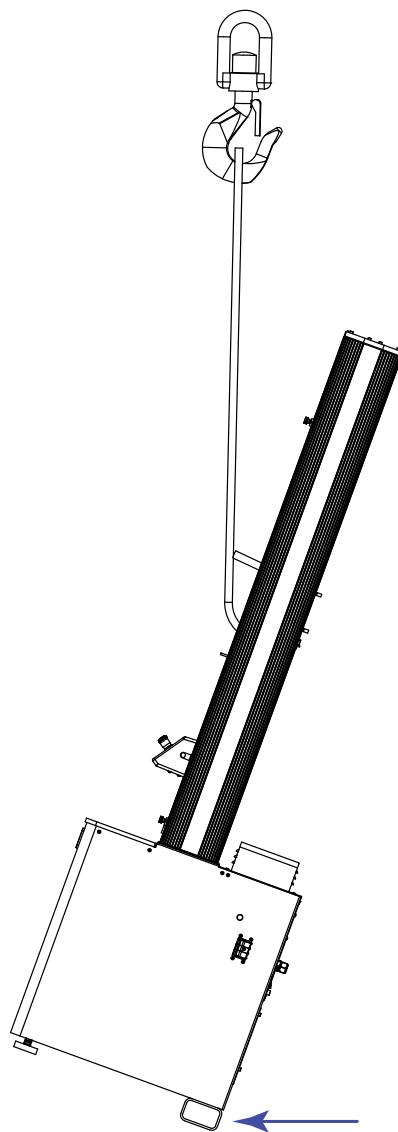

図 24. ロード フレームの直立
5. フレームをゆっくりと持ち上げ、垂直にします（82 ページの図 24 を参照）。